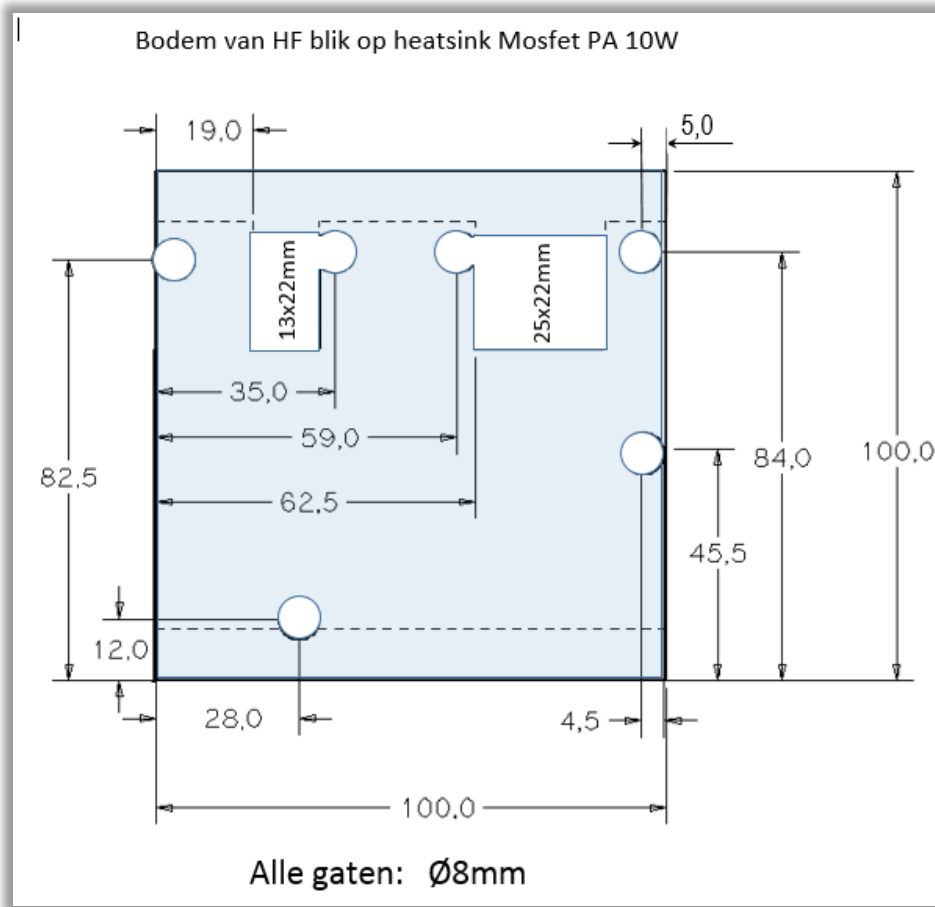

Fig. 45.
6.13 Bemating HF-blik bodem, fig. 45 en 46.